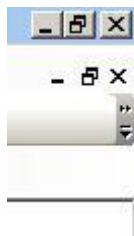

Рисунок 13
- для закрытия документа щёлкните ЛКМ по нижнему крестику – см. рисунок 13. Для закрытия программы щёлкните по верхнему крестику – см. рисунок 13.